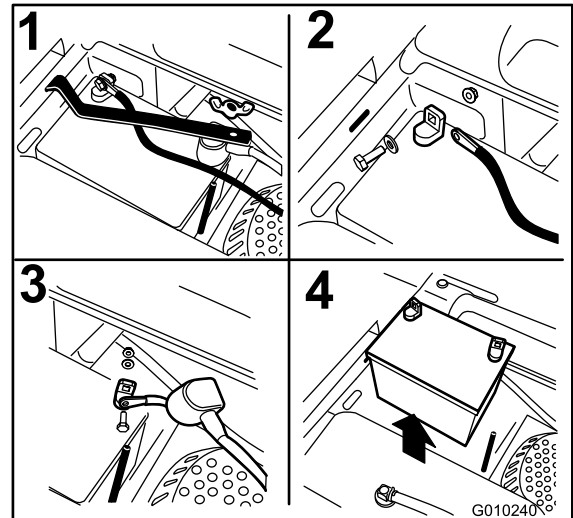

Figura 46
3. Retire la tuerca de orejeta que sujeta la abrazadera de la batería (Figura 46).
4. Primero desconecte el cable negativo (negro) del borne negativo (-) (negro) de la batería (Figura 46).
5. Retire la cubierta de goma roja del borne positivo (rojo) de la batería y retire el cable positivo (+) (rojo) (Figura 46).
6. Retire la abrazadera (Figura 46).
1. Coloque la batería en la bandeja, con los bornes frente al depósito de aceite hidráulico (Figura 46).
4. Fije los cables con 2 pernos, 2 arandelas, y 2 contratuercas (Figura 46).
6. Instale la abrazadera y sujétela con la tuerca de orejeta (Figura 46).